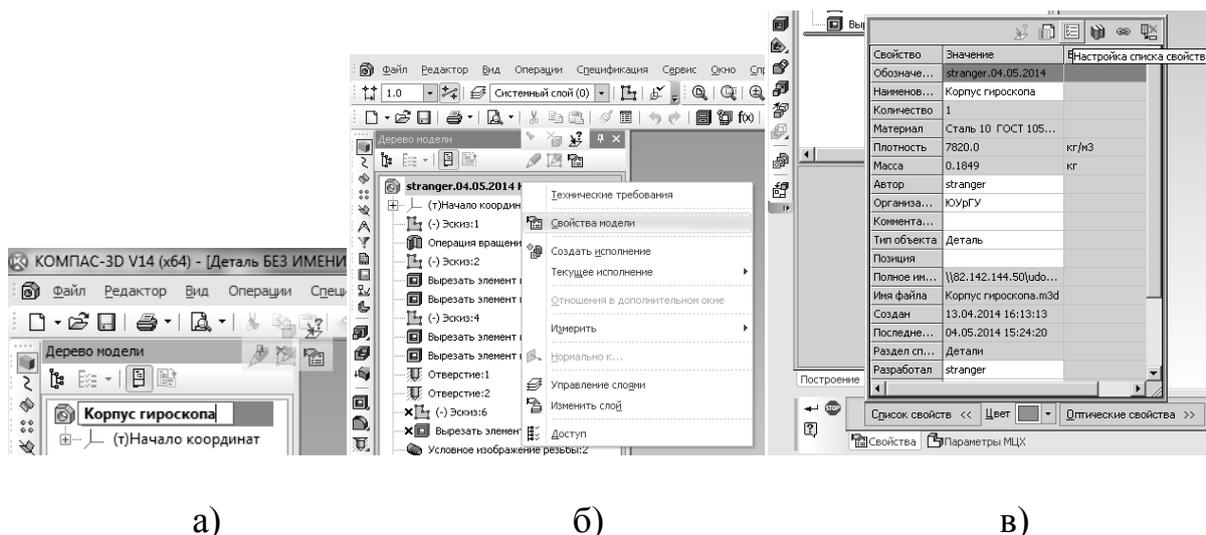

Рис. 7. Свойства детали: а – смена названия модели, б – выбор свойств модели из контекстного меню, в – настройка списка свойств, список свойств
4. В дереве построения слово «Деталь» изменить на соответствующее, т.е. на «Корпус гироскопа» (рис. 7, а). Для этого достаточно щелкнуть левой клавишей мыши на слове «Деталь» в дереве модели и ввести название проектируемой детали (см. рис. 7, а). Однако лучше сразу указать не только наименование, но и обозначение, автора, организацию, проверяющего и др. необходимые данные. Для этого следует щелкнуть на заголовке дерева модели правой кнопкой мыши и выбрать в контекстном меню пункт «Свойства модели» (рис. 7, б), после чего появится список заполняемых свойств модели по умолчанию, который можно настроить посредством инструмента «Настройка списка свойств» (рис. 7, в). После того, как свойства модели описаны, можно указать материал детали, переключившись на вкладку «Параметры МЦХ», либо сделать это в конце проектирования модели.